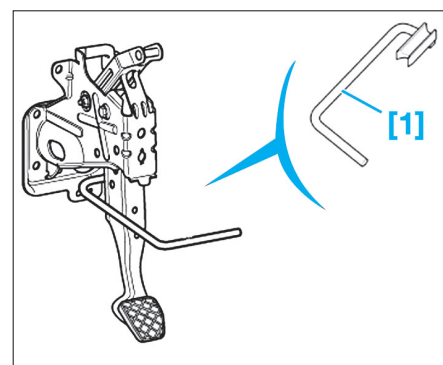

Fig. 14
- [1]. Outil de déverrouillage de la pédale de frein (ref. T20179) (Fig.14).
- Mettre en place l'outil [1] (Fig.14).